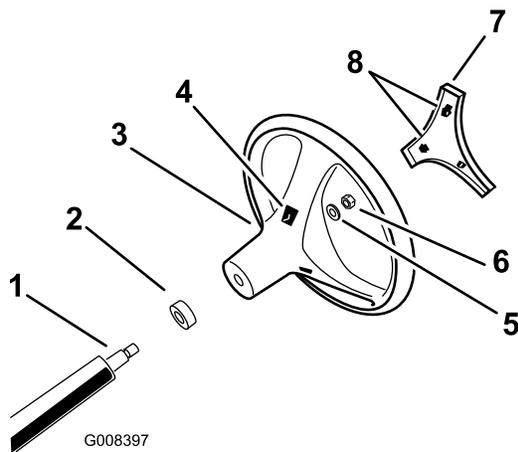

Figura 3
4. Fije el volante a la columna con la tuerca (Figura 3). Apriete la tuerca a 24–29 Nm..